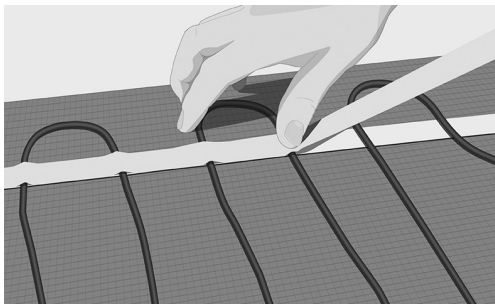

Abb. 12. Fixieren Sie das Kabel mit Abdeckband
10. Sichern Sie das Kabel mit Abdeckband. Das Abdeckband muss gründlich und straff um das Kabel und auf dem doppelseitigen Klebeband auf dem Boden angebracht werden (Abb. 12).